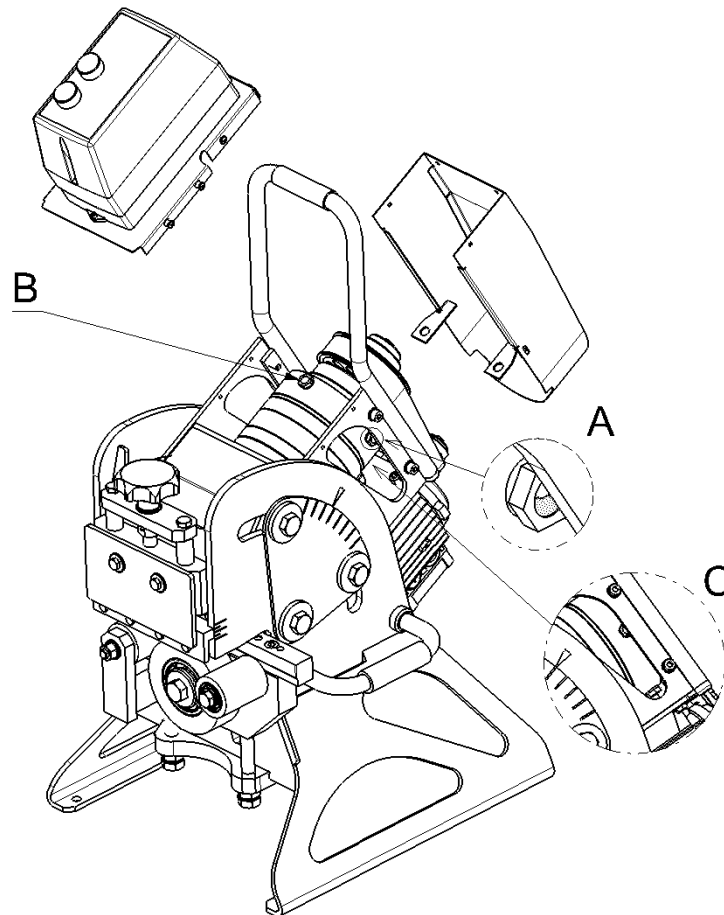

Рис. 6.2.1
2. Положите станок на боковую сторону и открутите обе заглушки указателей топлива (позиция А, Рис. 6.2.1) Дайте маслу вытечь в подходящую ёмкость.
3. Прикрутите обратно заглушки указателей топлива и залейте свежее масло через наливное отверстие (позиция А, Рис. 6.2.1.) до требуемого уровня, примерно 0.45.1
4. Вы можете также добавить масло через отверстие для заполнения (позиция Б, Рис. 6.2.1.).